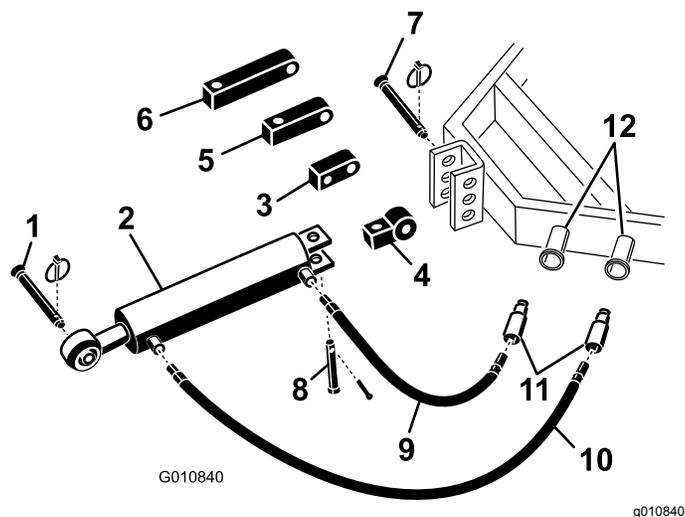

Figura 5
1. Fissate l'estremità della connessione dell'attacco idraulico superiore alla motrice con i perni in dotazione con la motrice stessa (Figura 5).
**Nota:** Se dovete posizionare il cilindro con i punti di collegamento rivolti verso l'alto, utilizzate la staffa rotante al posto della staffa di montaggio standard (Figura 5). Potete utilizzare un raccordo idraulico a 90° al posto della staffa rotante (i raccordi da 90° non sono inclusi).
- A. Rimuovete la coppiglia e il perno che fissano l'innesto di collegamento standard al cilindro (Figura 5). Staccate l'innesto di collegamento dal cilindro.
- B. Installate la staffa rotante sul cilindro usando il perno rimosso in precedenza (Figura 5).
vicina all'arieggiatore (Figura 5). Per prevenire eventuali perdite applicate sulla filettatura del flessibile un nastro o un composto sigillante per filetti.
3. Collegate il flessibile idraulico corto da 76 cm alla porta dell'attacco idraulico superiore più vicina alla motrice (Figura 5). Per prevenire eventuali perdite applicate sulla filettatura del flessibile un nastro o un composto sigillante per filetti.
Se il cilindro idraulico non arriva alla staffa di montaggio dell'arieggiatore, per collegare il cilindro alla motrice usate un innesto di prolunga al posto dell'innesto di montaggio standard (Figura 5).
- Rimuovete la coppiglia e il perno che fissano l'innesto di collegamento standard al cilindro (Figura 5). Staccate l'innesto di collegamento dal cilindro.
- Installate l'innesto di prolunga della lunghezza desiderata sul cilindro usando i perni rimossi in precedenza (Figura 5).